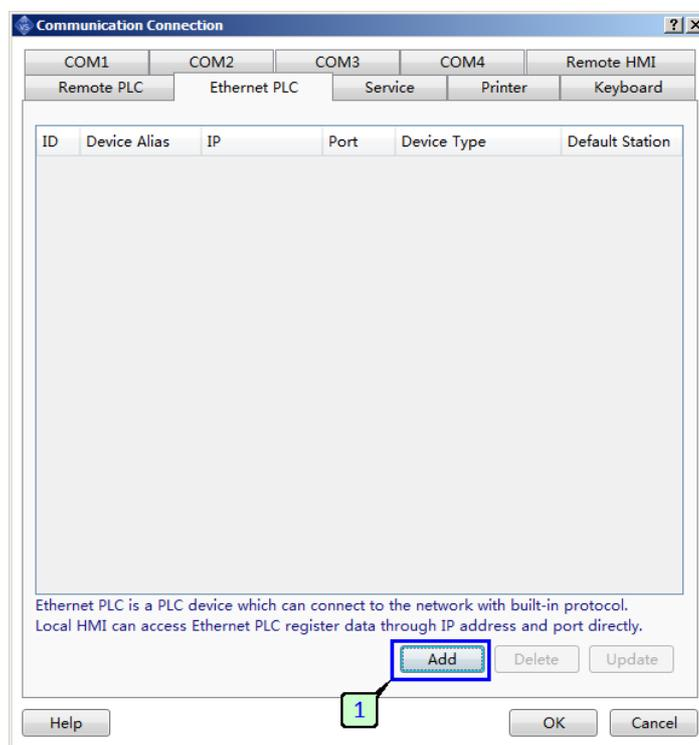

Рисунок 93 - Новое подключение ПЛК по Ethernet
1. Для добавления нового подключения нажмите кнопку "Добавить" в нижней части окна настроек (рисунок 93).